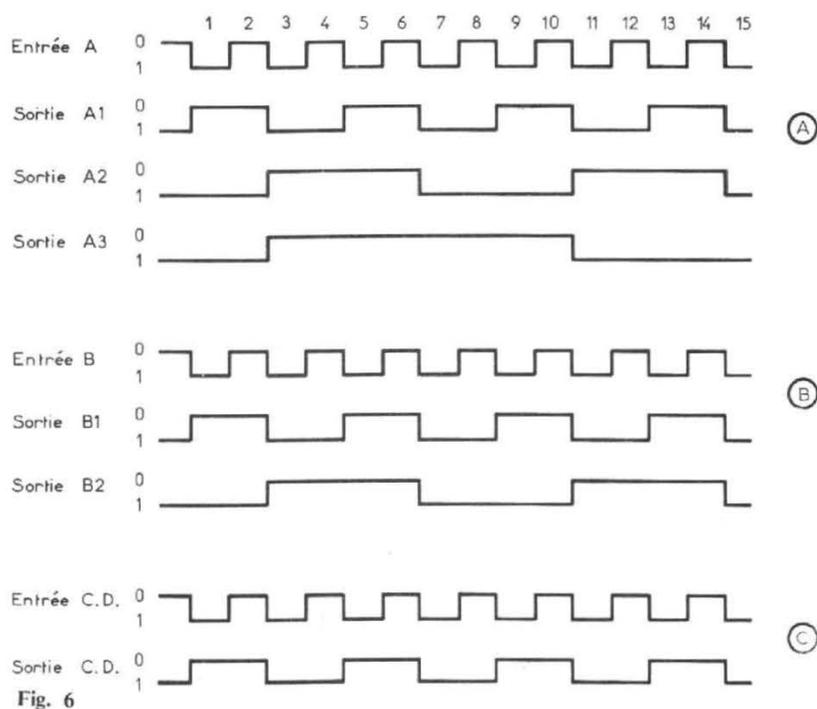

Fig. 6
La figure 6 donne les formes rectangulaires des tensions de sortie des diviseurs. En (A) le groupe A à trois diviseurs. L'entrée A₁ reçoit un signal à la fréquence f et à la période $T = 1/f$. A la sortie du diviseur A₁, la fréquence est $f/2$ et la période $2/f$. Cette tension étant appliquée à l'entrée A₂, on obtient à la sortie du diviseur A₂, une tension de fréquence $f/4$ (et non $f/3$) et dont la période est $4/f$. A la sortie de A₃, la fréquence est $f/8$ et la période $8/f$. Cela est visible sur la figure 6 (A).
Passons à la figure 6 (B). La